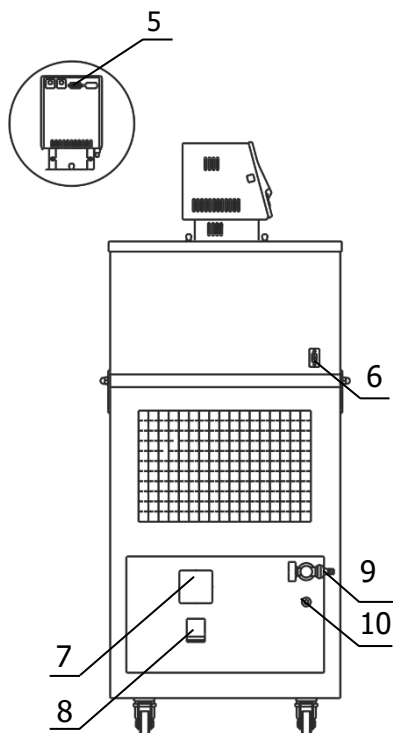

Рисунок 4 — Левая панель термостата
2.2.6 К переливному штуцеру 10 (рисунок 4) присоединить гибкий шланг, второй конец которого опустить в емкость для сбора излишков теплоносителя объемом 1.5–2 литра.
2.2.8 Вставить вилку сетевого кабеля блока регулирования в розетку 7 (рисунок 4). Соединить кабелем из комплекта поставки блок регулирования (разъем 5) и холодильную машину (разъем 6). Сетевой кабель термостата подключить к питающей сети напряжением 220 В. Для этого в лабораторном помещении должна быть установлена электрическая розетка из комплекта поставки термостата.
2.2.9 Автоматический выключатель 8 (рисунок 4) перевести в положение «включено».
2.2.10 Включить блок регулирования в соответствии с документом ТКЛШ 3.222.009-23 РЭ «Блоки регулирования температуры погружные циркуляционные М11, М11М серии МАСТЕР». При работе циркуляционного уровня теплоносителя в рабочей ванне поднимется и теплоноситель начинает равномерно переливаться в дополнительную ванну. При этом уровень теплоносителя в основной ванне падает, что может привести к срабатыванию защиты от недостаточного уровня теплоносителя. Доливать теплоноситель следует до момента начала слива из переливного штуцера 10 (рисунок 4).
2.3.3 При работе термостатов на температурах, близких к нижней границе диапазона воспроизводимых температур необходимо доливать теплоноситель до момента слива из переливного штуцера 10 (рисунок 4) при его охлаждении на каждые 10 °С.
- на короткое время перевести автоматический выключатель 8 (рисунок 4) в положение «выключено»;
2.4.4 Для повторного запуска холодильной машины после наступления аварийной ситуации необходимо отключить питание термостата, для этого перевести автоматический выключатель 8 (рисунок 4) в положение «выключено».
2.5.5 Надеть сливной шланг из комплекта поставки на кран 9 (рисунок 4) и закрепить его хомутом. Свободный конец шланга опустить в емкость для сбора теплоносителя объемом, превышающим объем термостата.